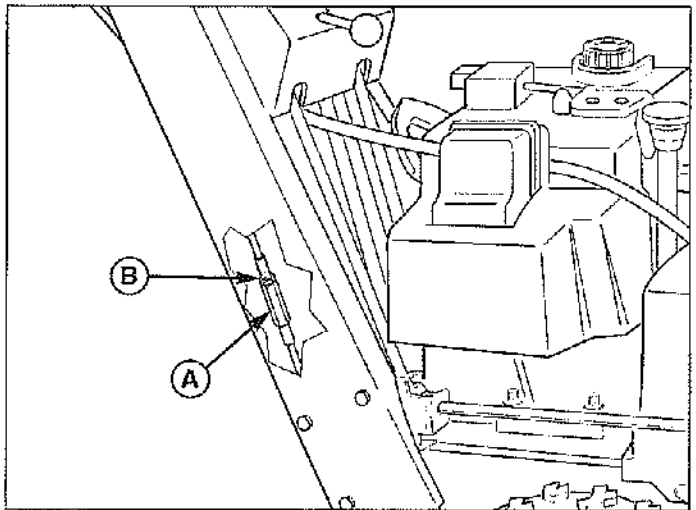

Figure 20. Réglage du câble
2. Desserrer le contre-écrou (B, Figure 20).
3. Tourner l'écrou de réglage (A) de manière à allonger ou raccourcir le câble. Le câble doit être juste assez tendu pour éliminer tout jeu au niveau du levier, mais sans pour autant engager le mécanisme Easy Turn(tm) lorsque le levier de commande est au repos.